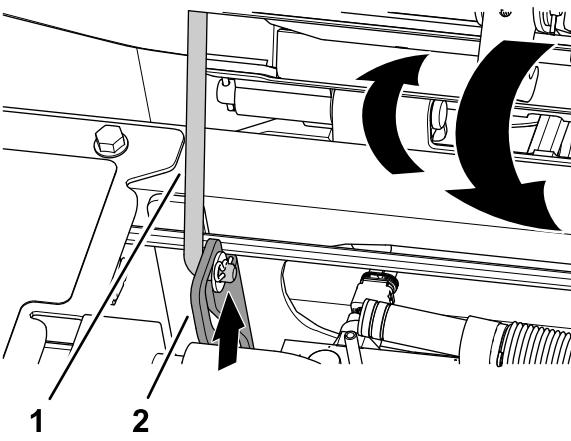

Bild 99
1. Heben Sie den Sitz leicht an und heben Sie die Stütze aus der Vertiefung des Sitzhalterungsschlitzes (Bild 99).